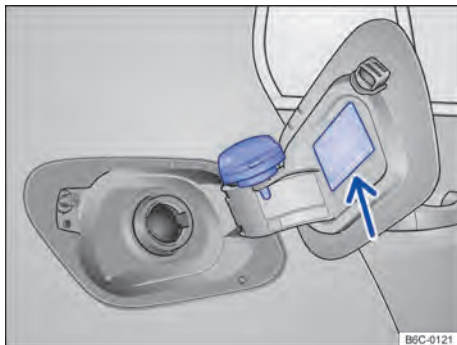

Fig. 126 Portezuela del depósito de combustible abierta con el tapón de cierre del depósito de combustible colgado.
- Desbloquee el vehículo con la llave del vehículo o presione el botón de cierre centralizado (C) en la puerta del conductor para desbloquear el vehículo desde el interior. → pág. 67
- Retirar el tapón del depósito girándola hacia la izquierda y encajarla en el soporte en la tapa del depósito → **fig. 126.**